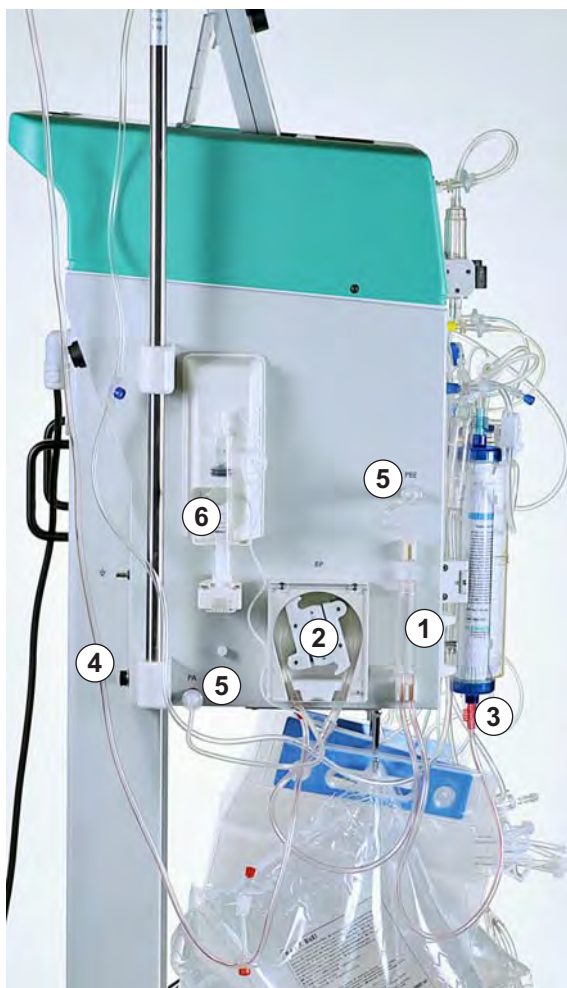

Рис. 4-13 Установка артериальной магистрали
1. Поместить артериальную ловушку в держатель (Рис. 4-13 , ①).
2. Поместите насосный сегмент артериальной магистрали с красной маркировкой слева в насос крови (Рис. 4-13 , ②).
3. Подсоединить подающую артериальную магистраль ко входу фильтра плазмы (Рис. 4-13 , ③).
4. Соединить артериальную магистраль (Рис. 4-13 , ④) с подготовленным мешком соляного раствора на инфузионной стойке.
5. Прикрутить два датчика давления (Рис. 4-13 , ⑤).
8. Установить шприц в держатель гепаринового насоса (Рис. 4-13 , ⑥).